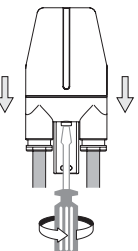

fig. 8
- Fixer le culot en serrant la vis imperdable située au bas de la base, serrer la vis jusqu'à ce que le culot presse contre le joint pour garantir la fermeture hermétique (fig.8).